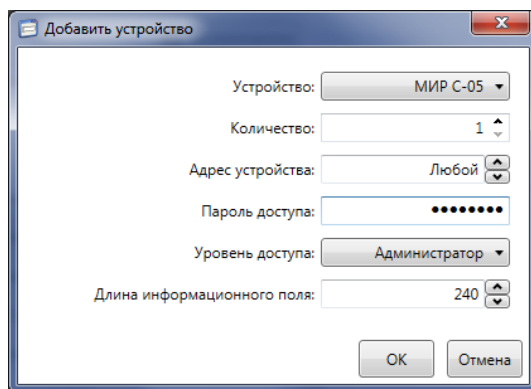

Рисунок 9.9 – Добавление счетчика в канал связи
9.7.5.6 В появившемся окне указать тип устройства, которое требуется подключить, указать адрес устройства, указать уровень доступа *Администратор*, ввести пароль администратора и нажать кнопку *ОК* (рисунок 9.9).